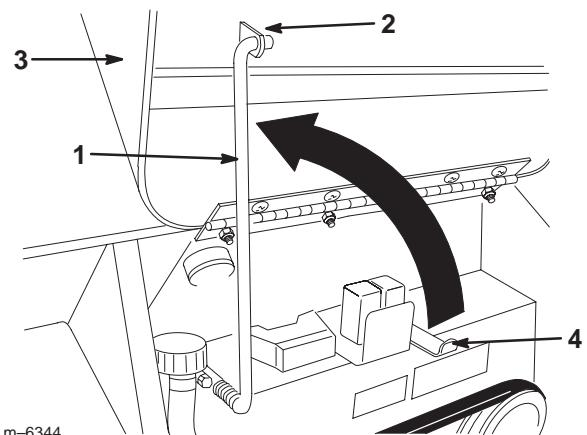

Bild 19
3. Eine automatisch verriegelnde Motorhaube wird entriegelt geöffnet. Ansonsten müssen Sie die Stützstange herausschwenken und in der Halterung an der Haube befestigen (Bild 19).
- Ziehen Sie die Stützstange aus der Halterung an der Motorhaube und senken Sie sie in die Halterung ab (Bild 19).